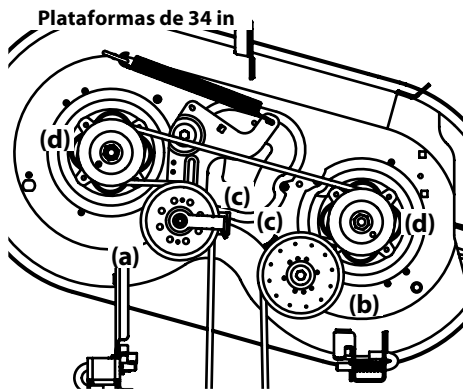

Figura 4-18
9. Tire del pasador de chaveta (a) hacia afuera de la varilla de elevación delantera (b) de la plataforma que la sujeta a la plataforma. Consulte la Figura 4-18. Deslice la varilla de elevación de la plataforma de la ménsula de suspensión frontal (c).